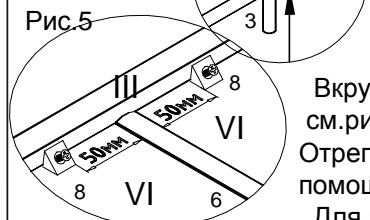

Рис.5
Для фиксации стенки задней (VI) использовать уголки (8) установив их равномерно по периметру стенки задней. Для большей жесткости, рекомендуется в месте соединения стенок задних (VI) и соединительного профиля (6) установить уголки (8) на расстоянии 50мм от соединительного профиля (6) см.рис.5.